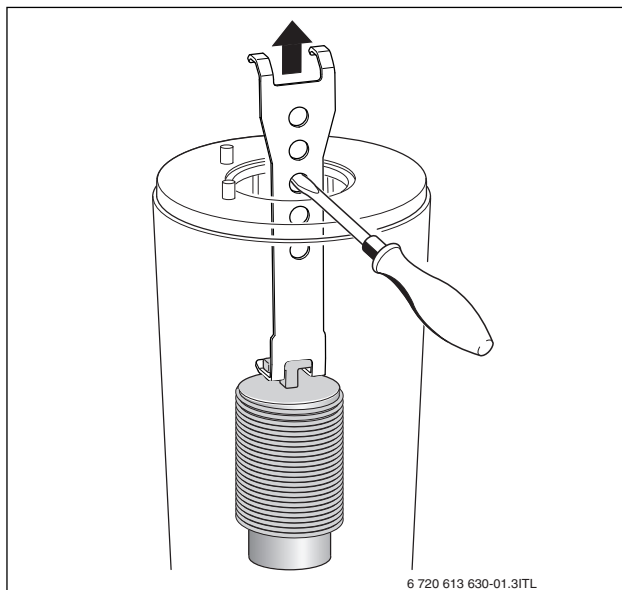

Bild 46 Unteren Verdrängungskörper herausnehmen
- ▶ Mischeinrichtung ausbauen (→ Bild 46).